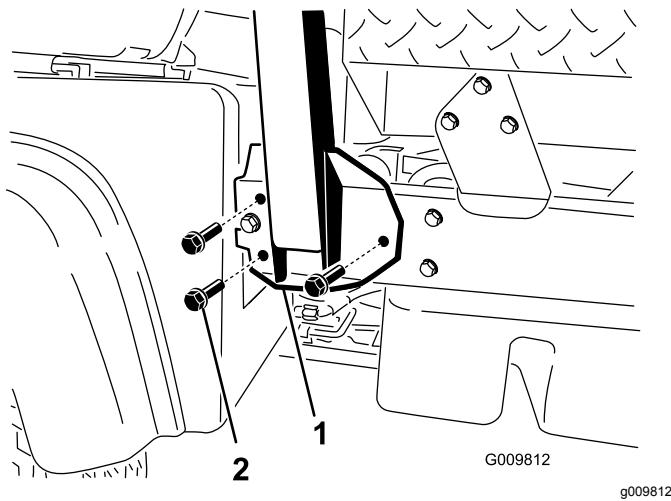

Figure 4
2. Placez chaque côté du système ROPS en face des trous de montage de chaque côté du cadre du véhicule (Figure 4).
3. Fixez le support du système ROPS de chaque côté du cadre de la machine au moyen de 3 boulons à embase (½" x 1¼") (Figure 4).